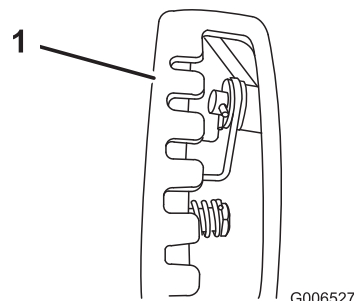

Figure 7
**Remarque:** Pour faciliter l'installation, regardez par l'ouverture du sélecteur de vitesses (Figure 7).